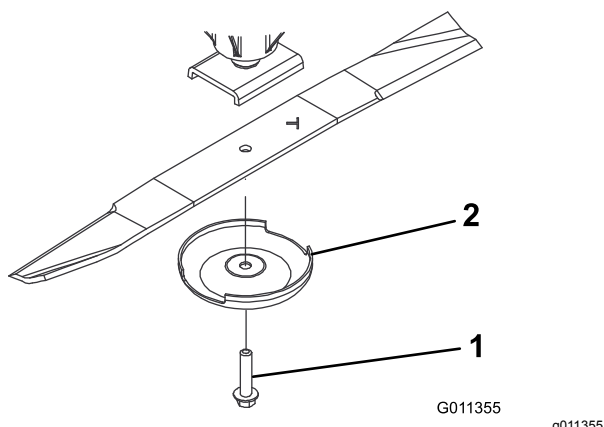

Figura 64
2. Afferrare l'estremità della lama con un cencio o un guanto bene imbottito. Togliere il bullone, la coppa antistrappo e la lama dall'asse del mandrino (Figura 64).
3. Montare la lama con la costa rivolta verso il piatto di taglio, servendosi della coppa antistrappo e del bullone della lama (Figura 64). Serrare il bullone della lama a un valore compreso tra 115 e 149 N·m.
Se continuate ad usare la lama usurata, si forma una scanalatura tra la costa e la sezione piana della lama (Figura 64). Alla fine, un pezzo di lama può staccarsi e venire lanciato dal sottoscocca, con il rischio di ferire gravemente voi o gli astanti.